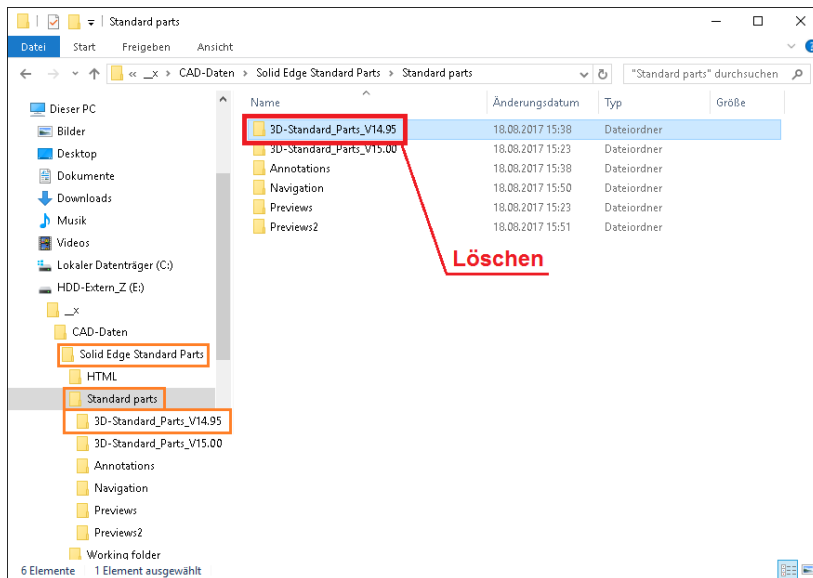

Abbildung 16
- 5.1. Löschen Sie den überflüssigen Hauptteile-Ordner (Abb. 16) aus dem Ordner der Standard Parts. Wie schon in Punkt 2 beschrieben, enden diese Ordner immer auf **.45** oder **.95**. (z. B. „\3D-Standard_Parts_V12.95“)